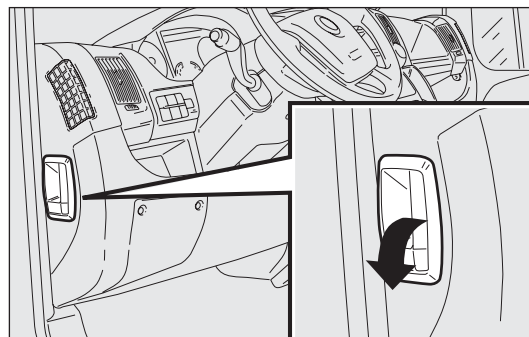

рис. 124
- ☐ потяните за ручку – рис. 124 в направлении, показанном стрелкой;